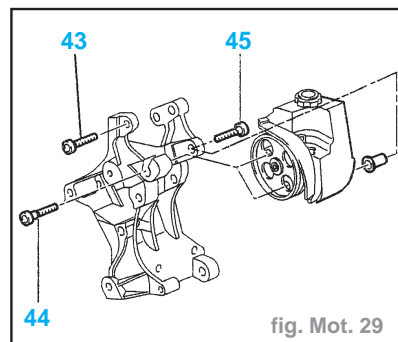

fig. Mot. 29
- Reposer la pompe en respectant les empilages des pièces (fig. Mot. 29).